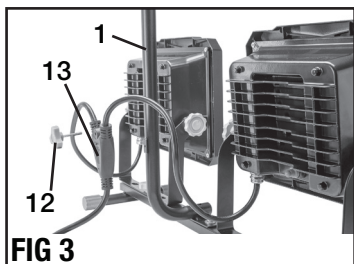

FIG 3
3. Use una perilla de torsión (12) para sujetar el conector del cable de alimentación (13) en el asa de transporte según se muestra en la FIG 3.